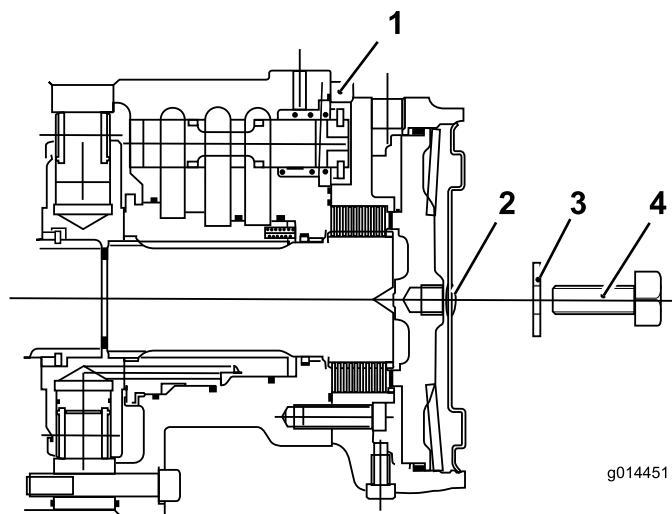

**Figura 47**
3. Închideți supapa de bypass de pe pompa de transmisie (Figura 47) rotind-o în sensul acelor de ceasornic.